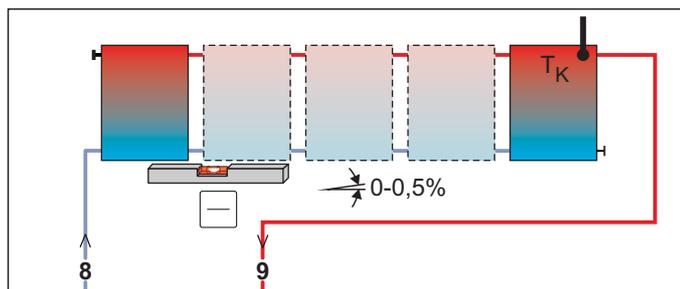
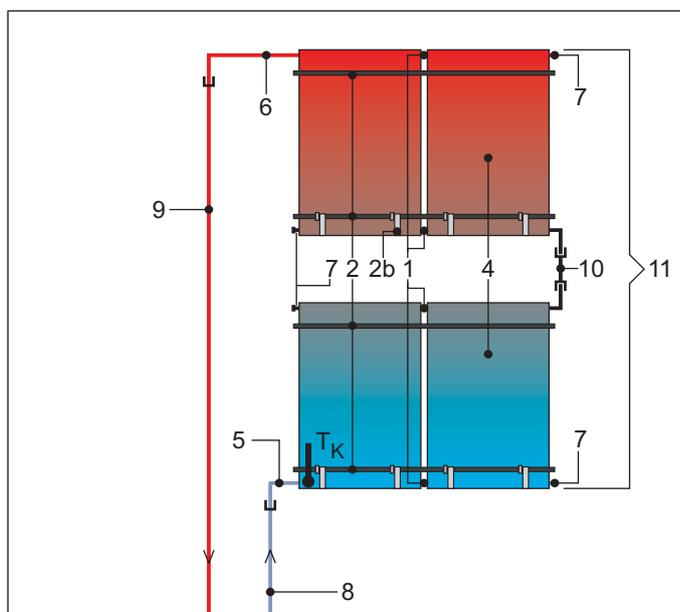
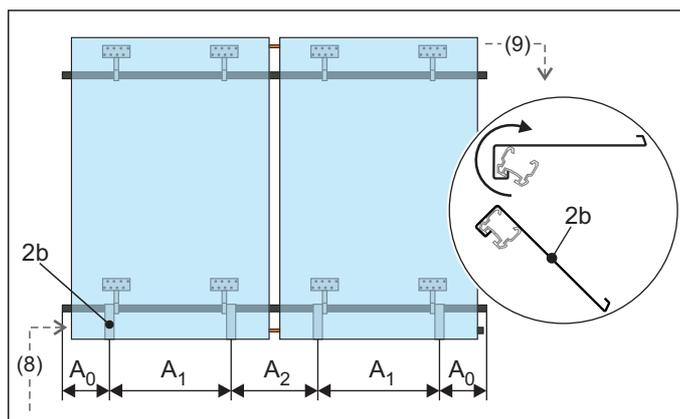

Fig. 4-1 Campo de coletores solares ligado em lados opostos (recomendado)
Fig. 4-3 Disposição alternativa dos coletores solares
Fig. 4-5 Passo de trabalho 1: alinhamento do gancho de segurança (Legenda ver tab. 4-1, medidas ver tab. 4-3)
Alternativamente a esta ligação natural em paralelo dos coletores descrita neste manual, também podem ser montadas, se necessário, no máximo 3 filas de coletores umas sobre as outras. Os coletores ou painéis de coletores colocados uns sobre os outros devem ser ligados em fila (fig. 4-3).
Tab. 4-1 Legenda de fig. 4-1 a fig. 4-3 e fig. 4-5
- A tubagem de ligação de alimentação é ligada em cima e a tubagem de ligação de retorno em baixo ao coletor (ver fig. 4-1 a fig. 4-3 e fig. 4-5).